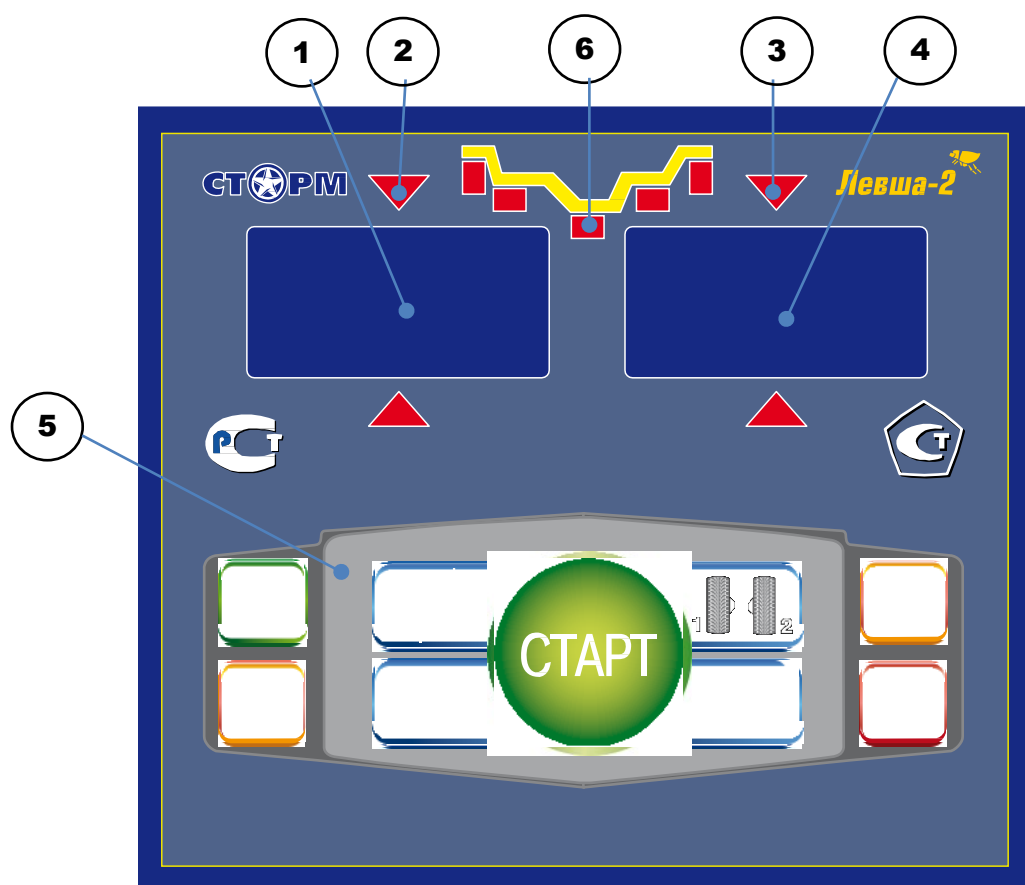

рис.8.1.
8.1. Общий вид лицевой панели показан на рис. 8.1.
При выдвижении штанги на индикаторах 1 (рис. 8.1) отображается значение параметра "A". Значение параметра "d" отображается на индикаторах 4.
Для ввода ширины нажмите кнопку "+" или "-" на индикаторах 1 (рис. 8.1) высветится "-b-", а на индикаторах 4 значение ширины диска. Через 2-3 сек после установки ширины индикаторы в режим отображения текущего дисбаланса.
Дважды нажать кнопку "A, d, b", после чего на индикаторах 1 (рис. 8.1) загорается символ "A", а на индикаторах 4 исходная величина дистанции. Нажимая кнопки "-" и "+" установить на индикаторах 4 требуемую величину дистанции. Через 2-3 сек после установки дистанции показания на индикаторах 1 и 4 возвращаются к отображению текущего дисбаланса, а кнопки "-" и "+" возвращаются в режим ввода ширины обода.
11.1. Переключение схем ALU1-ALU5 осуществляется последовательным нажатием кнопки "ALU" при этом схема установки грузов отображается загоранием соответствующих светодиодов 6 (рис. 8.1), кроме того, на индикаторах 1 отображаются
Эта функция обеспечивается тем, что каждый раз при вводе новых геометрических параметров и установке требуемой программы ALU, предыдущее состояние запоминается. Для перехода от одного набора параметров к другому необходимо нажать кнопку "1-2". Визуальный контроль того, какие параметры установлены в данный момент, осуществляется нажатием "A,d,b" на индикаторах 4 (рис.8.1) будут последовательно отображены, установленные в данный момент диаметр и ширина обода и дистанция.
13.1. При включении тумблера питания СБ на индикаторах 1 (рис. 8.1) высвечивается трёхзначное число -номер версии программного обеспечения. Через 2-3 сек на индикаторах 1 и 4 должны загореться нули, кроме того должны загореться светодиоды 6, что свидетельствует о включении режима стандартной балансировки с установкой на обеих плоскостях коррекции грузиков на пружинках. На светодиодах 2 и 3 (рис. 8.1) должны загореться оба светодиода.
13.2. При включении СБ программа измерения дисбаланса настраивается таким образом, что дисбаланс менее 8 г (заводская установка) на любой плоскости коррекции не показывается, в этом случае на индикаторах 1 и 4 (рис. 8.1) высвечиваются "0". Минимальный дисбаланс отображающийся на индикаторах 1 и 4 равен 8г. Дисбаланс, превышающий 8г, округляется до величины кратной 5, т. е. дисбаланс 9, 10, 11 и 12 г отображается цифрой 10, дисбаланс 13, 14,15, 16 и 17 г - цифрой 15 и т. д. Для просмотра неокруглённого значения дисбаланса или дисбаланса менее 8г. необходимо нажать кнопку "<", при этом на индикаторах 1 и 4 на 2-3 сек высвечиваются фактические значения дисбаланса, определённые в данном запуске.
13.5.1. Поднимите защитный кожух. Вручную поворачивайте колесо в направлении, которое показывают светодиоды 2 и 3 (рис. 8.1.) до тех пор, пока не загорятся оба светодиода и начнут мигать вместе с значением массы корректирующих грузов.
14.2.1. Войти в программу калибровки СБ, для чего нажать и удерживать кнопку "С". На индикаторах 1 и 4 (рис.8.1), появятся мигающие символы "CAL". После звукового сигнала символы "CAL" загорятся постоянно.